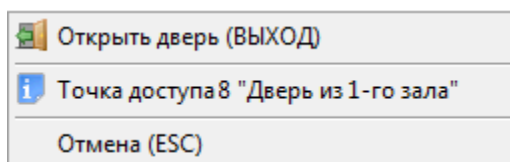

Рисунок 8-155 Контекстное меню для однонаправленной точки доступа с режимом работы "Выход"
- Предоставление доступа на выход (см. Рисунок 8-155) – для двунаправленной точки доступа, имеющей режим «Вход/Выход», или однонаправленной точки доступа, имеющей режим «Выход»;